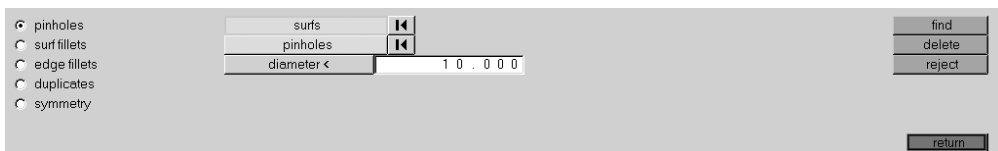

图 7-19 移除小孔的面板设置
(2) 移除小孔特征。模型中有相当数量的小孔特征，会对二维网格剖分造成很大的影响。如果这些特征并不是分析所必需的，那么可以通过模型简化功能移除这些小孔。在 Geometry 面板下选择 defeature 菜单，接着选择 pinholes。将选择对象设置为 surfs，在 diameter< 一栏中输入 10。菜单设置如图 7-19 所示。